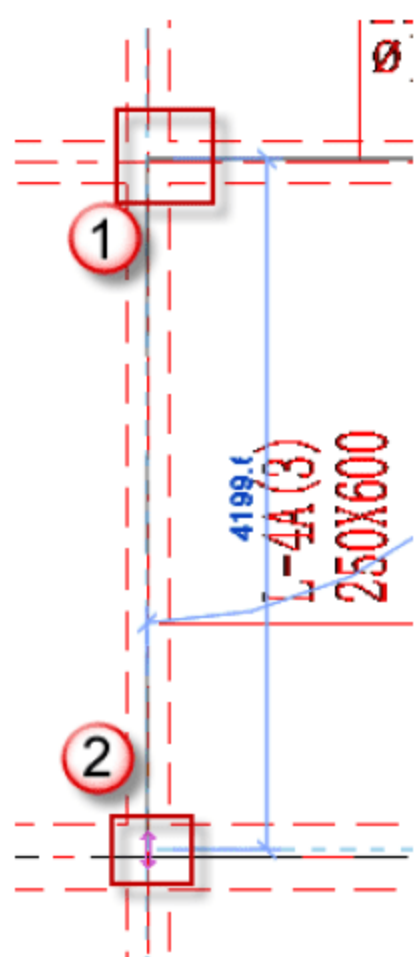

图 4.2.93 绘制 L-4A
(18) 绘制矩形框架梁 L-4A, 按快捷键 B+M, 放置平面为“标高 2”平面视图, 先单击起始柱的中心为起点, 后单击终止柱的中心为终点, 如图 4.2.93 所示。